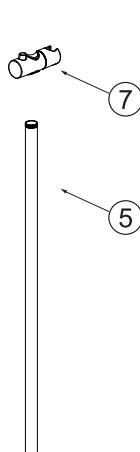

Figura 3
- a) Inserte el deslizador sobre el riel ascendente (Figura 3).